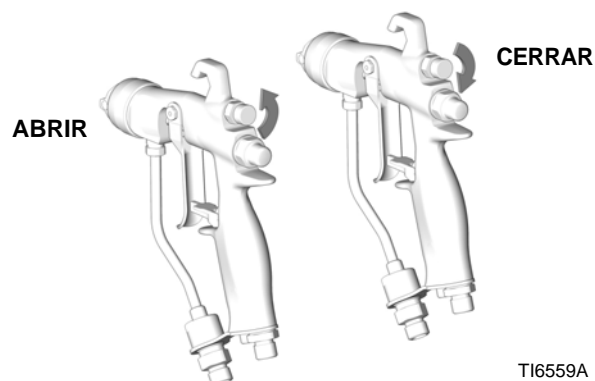

Fig. 14
- Cierre el aire de ajuste del chorro girando completamente el mando en sentido horario (hacia adentro). Vea FIG. 14. De esta forma la pistola está ajustada para pulverizar con el chorro más amplio.
Para conseguir un chorro más estrecho, gire la llave de la válvula de ajuste del chorro en sentido antihorario (hacia afuera). Vea FIG. 14. Si el chorro no es todavía lo suficientemente estrecho, aumente ligeramente la presión de aire a la pistola o use una boquilla de diferente tamaño. (No está disponible para las pistolas con boquilla RAC.)